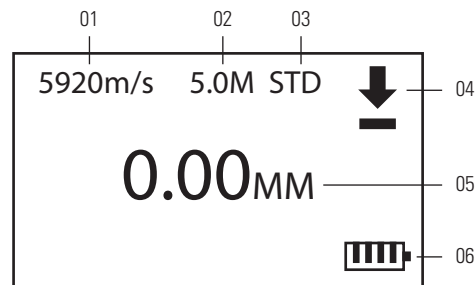

Figura 2-3: Display de medição
PASSO 2: Ligue o medidor pressionando e mantendo pressionada por aproximadamente 2 segundos a tecla <  >. O display de inicialização será exibido primeiro e o display de medição aparecerá em seguida (**Figura 2-3**). O medidor irá recuperar automaticamente as configurações do uso anterior.